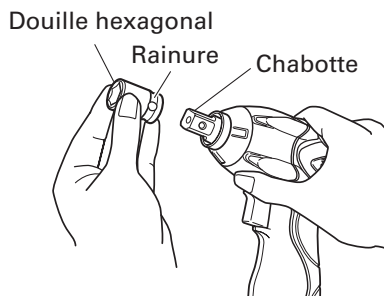

Fig. 14
5. **Mise en place d'une douille (Fig. 14, 15-1) (WR12DM2)**
6. Type de bague de retenue (Fig. 14, 15-2) (WR9DM2)